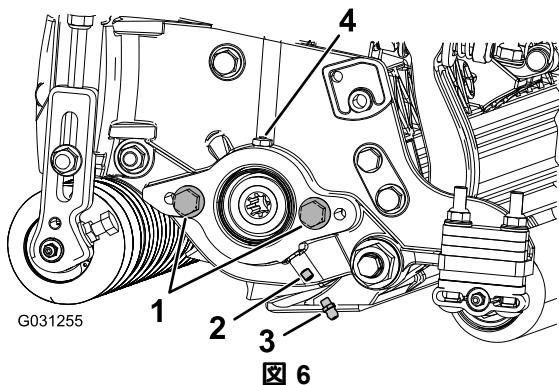

図6
1. リールモータのサイドプレートの固定ねじを外す。ねじは廃棄する 図6。
2. グリスフィッティングストレートを取り付ける 図6。
3. リールモータのサイドプレートにボルトが付いていない場合は取り付ける 図6。
6. サイドプレートからグリスを注入する。グリスベントからグリスが漏れてくるまで入れること 図6。